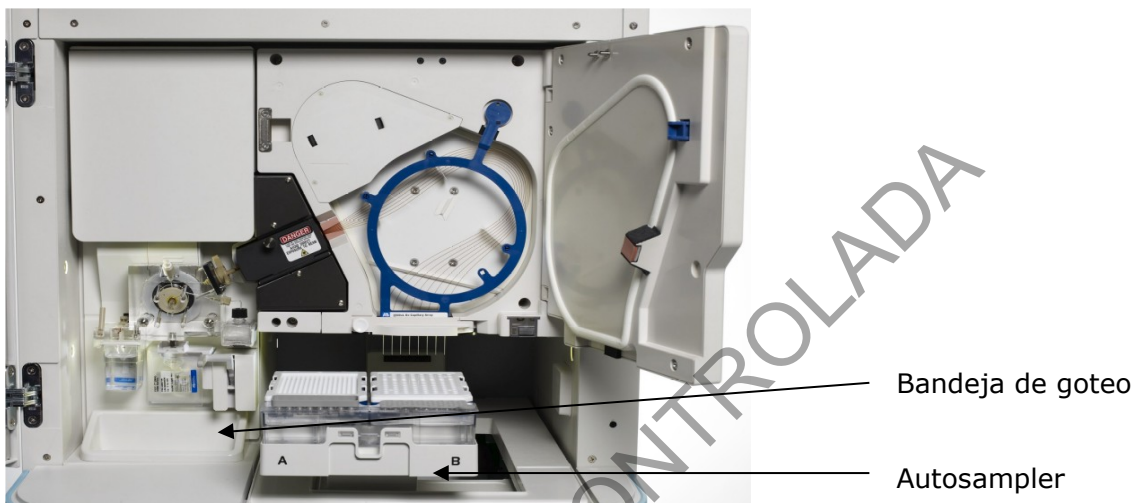

Figura 22. Componentes interiores del analizador genético ABI3500.
- 7.9.3 Limpie utilizando únicamente agua destilada y toallas suaves de papel tipo "Kimwipes" el "autosampler" y la "bandeja de goteo" (ver figura 22)